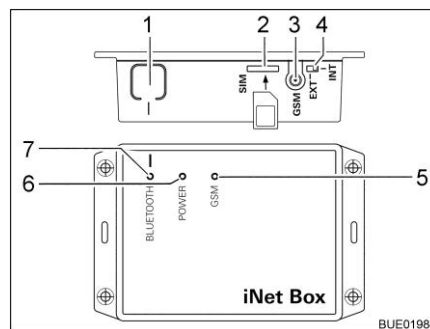

Fig. 127 Truma iNet Box
- Premere il tasto BLUETOOTH (Fig. 127,1) della iNet Box per 1 secondo. Nel terminale mobile la Truma iNet Box è visibile per circa 2 minuti (nome: "Truma iNet-Box"). In questo tempo il LED BLUETOOTH (Fig. 127,7) blu lampeggia.
- Spingere con cautela la mini SIM con il proprio numero di telefono e credito sufficiente nello slot (Fig. 127,2) della Truma iNet Box, come illustrato, finché non si innesta. Il LED GSM (Fig. 127,5) rosso deve lampeggiare costantemente. Quando dopo 20 secondi il LED rosso si spegne: Controllare la mini SIM.